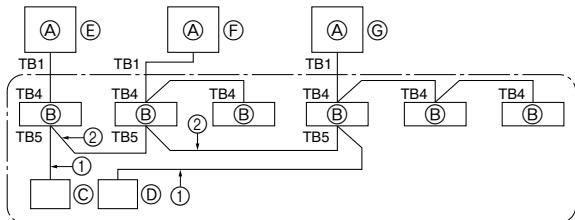

Fig. 8-1
8. Sistem kontrolü (Fig. 8-1)
⑤ SW 1 - 3 ~ 6	ON